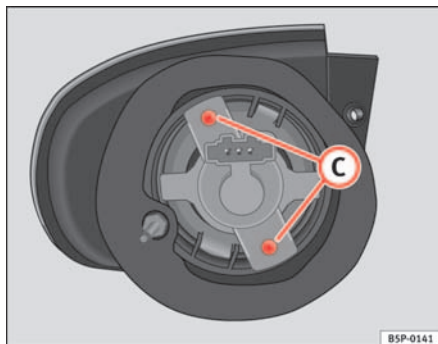

Abb. 183 Blinklicht
- Drehen Sie die Schrauben ⇒ Seite 258, Abb. 183 **C** der Lampenfassung heraus und ziehen Sie diese heraus.
- Drehen Sie die Schrauben ⇒ Abb. 183 **C** der Lampenfassung heraus und ziehen Sie diese heraus.